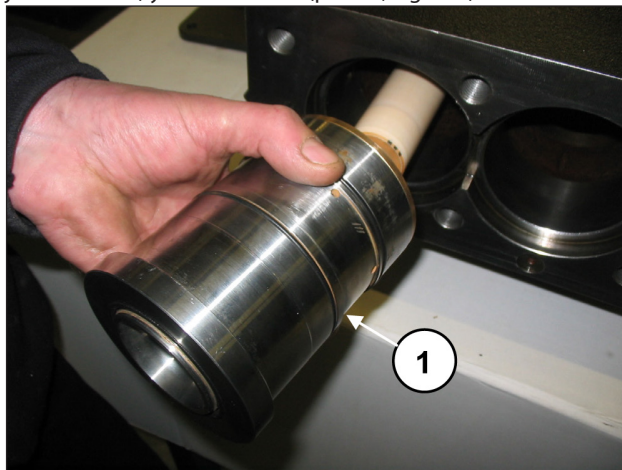

Fig. 159
Introducir a fondo el bloque camisa-soporte junta (con las dos juntas tóricas) ya ensamblado (pos. ①, Fig. 159).